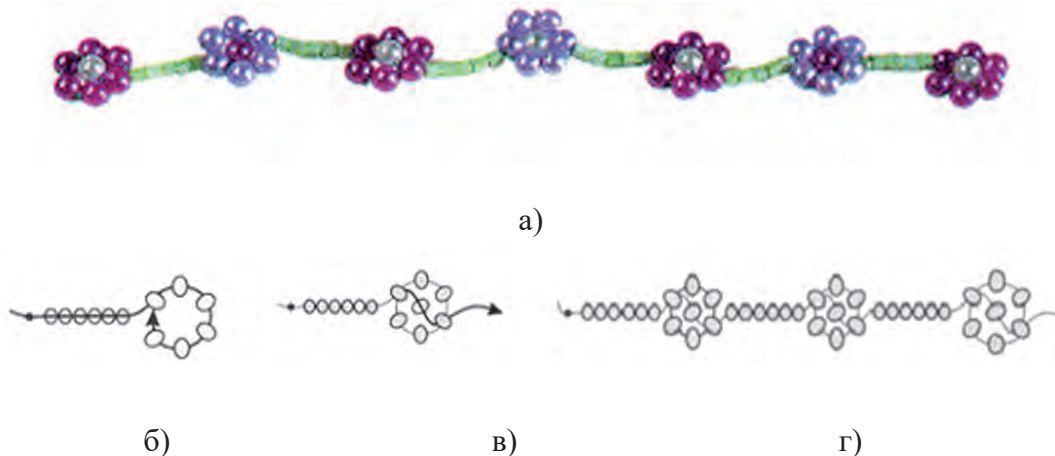

Рис.59. Браслет из бисера с цветочками.
1. *Браслет из бисера с цветочками* (рис. 59, а). Для изготовления этого браслета понадобится бисер четырех цветов: зеленый, голубой, синий и красный. Отрежьте длинную нить и вставьте ее в иглу. Поместите на нить 6 бисерин зеленого цвета для заполнения нити и 6
бисерин голубого цвета для цветка. Вставьте нить через последнюю бусинку голубого цвета (рис. 59, б).Потяните туго нить и сформируйте кольцо. Добавьте на нитку синюю бисерину и спустите ее вниз, потом протяните иглу через две бусины в третью и вытяните ее (рис. 59, в).После этого снова добавьте на иглолку 6 бисеринок зеленого цвета для заполнения
нити. Следующий цветок будет красного цвета с голубой бусиной в центре. Всегда вытягивайте нить с центральной бусиной в ту же сторону, что и саму петлю для лепестков: так цветок будет смотреться гармоничнее (рис. 59, г). Далее рисунок повторяется сначала и так плетется браслет до необходимой длины. Для добавления застежки вставьте соединительные кольца в крайние бисеринки обоих концов цепи, и прикрепите к ним замочек.